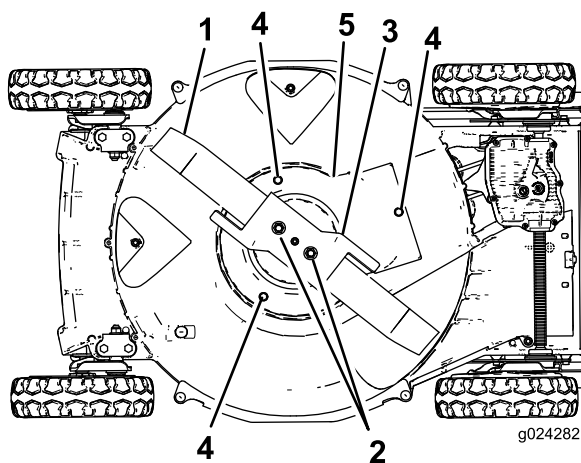

Figura 35
6. Retire las 2 tuercas de la cuchilla, el acelerador y la cuchilla (Figura 35).
7. Retire los tornillos que sujetan el protector del embrague del freno de la cuchilla a la carcasa de corte (Figura 35).